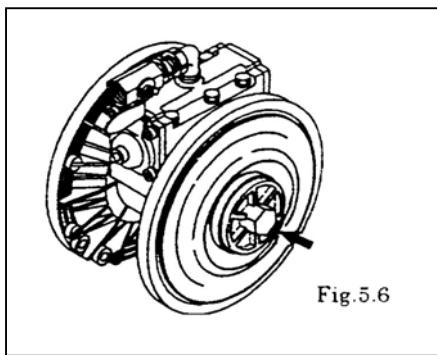

Fig. 5.6
- De buitenste steunschijf losmaken met de PP sleutel (speciaal gereedschap nr. 771868). [Fig. 5.6]